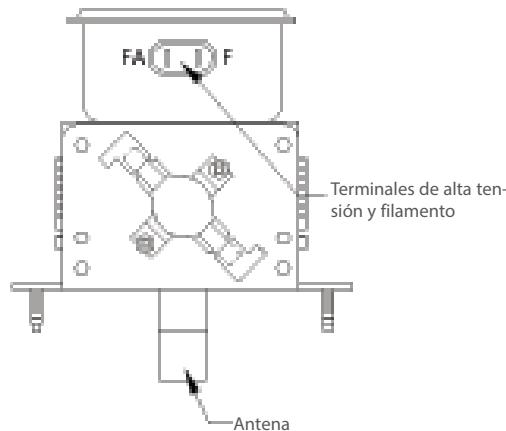

Figura 31: Detalle del magnetrón
2. Aíslle el magnetrón del circuito retirando los cables de los terminales F y FA (Figura 31).
3. Un ohmímetro conectado entre los terminales del filamento (F, FA) debería indicar una lectura inferior a 1 Ω (Figura 31).